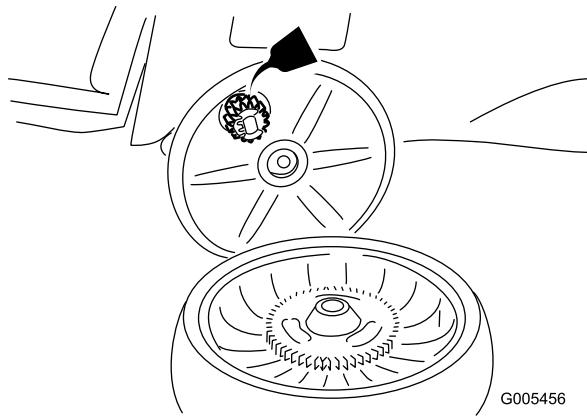

Figura 29
2. Aplique aceite lubricante a los engranajes según se indica (Figura 29).